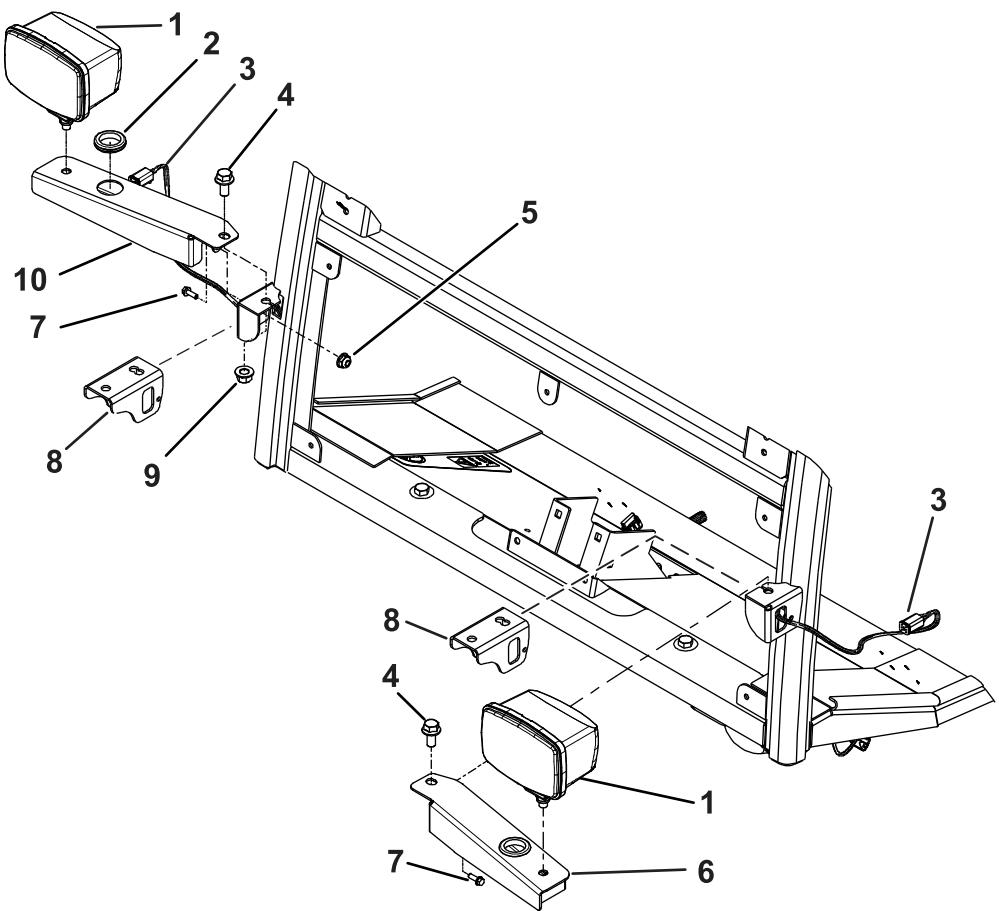

Figure 7
5. Fixez chaque support de phare au cadre de la cabine à l'aide de 1 boulon ($\frac{1}{2}$ " x 1"), 1 écrou ($\frac{1}{2}$ "), 1 boulon ($\frac{1}{4}$ " x $\frac{3}{4}$ ") et 1 écrou ($\frac{1}{4}"), comme montré à la Figure 7.$
8. Branchez le faisceau sur chaque phare (Figure 7).